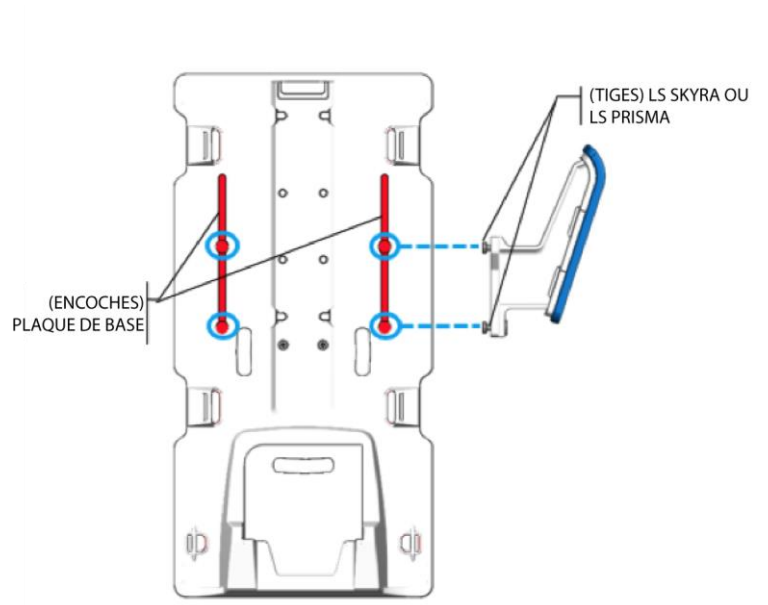

Figure 28 : Fentes dans la plaque de base
- b. Régler la position des supports de jambes le long des fentes de la plaque de base pour maintenir les jambes du patient en position de traitement (positions indiquées en rouge sur la *Figure 28*).